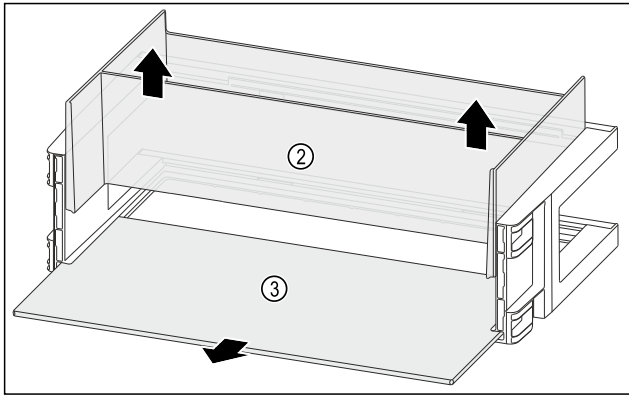

Fig. 111
- Вийміть органайзер Fig. 111 (2) рухом вгору.
- Дістаньте полицю Fig. 111 (3).